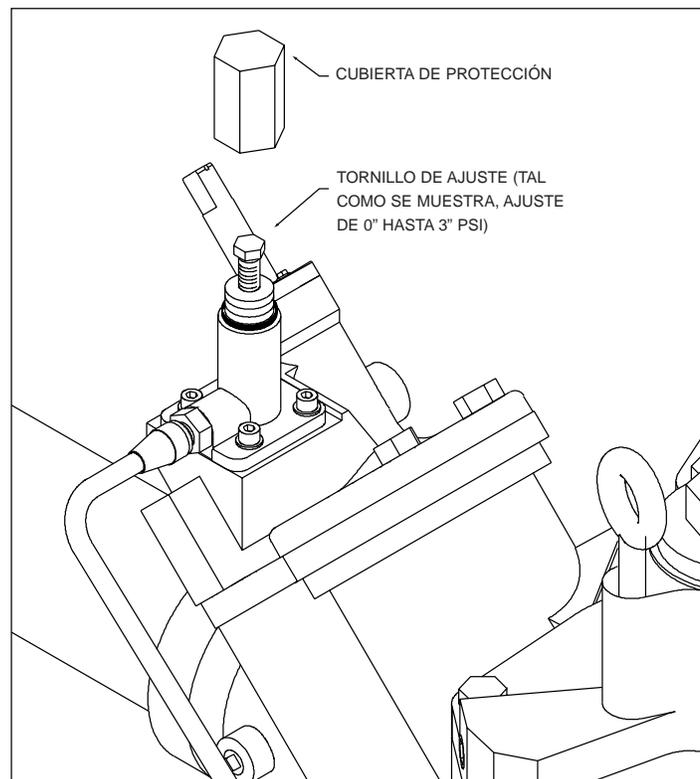

FIGURA 20
- b. Gire el tornillo de ajuste del Presostato (controlador de presión) en el sentido contrario a las agujas del reloj hasta que el tornillo salga 3/4", esto rebajará la presión de la línea a "0" psi (Vea la Figura 20).
AJUSTE DE LA LÍNEA DE ALIVIO DE PRESIÓN DEL PRESOSTATO, (LA LÍNEA DE PRESIÓN DESPUÉS DE QUE LA BOMBA SE DETIENE). REFIÉRASE A LA FIGURA 20.